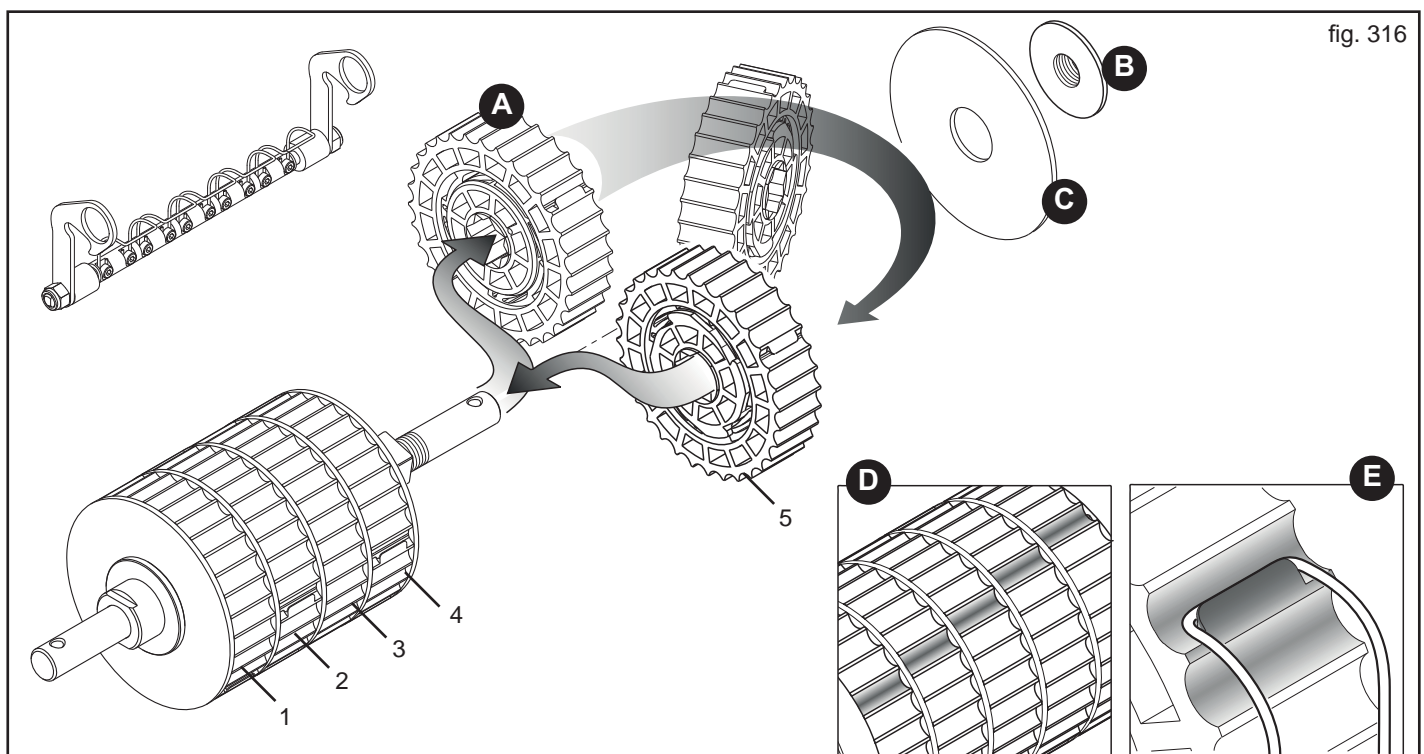

fig. 316
Vorausgesetzt, dass jedes Element (A, Abb. 316) 20% der gesamten Dosierrolle verteilt, können die arbeitenden Elemente erhöhen werden, um die Drehgeschwindigkeit des Getriebes zu reduzieren und um dadurch eine gleichmäßigere Produktstreuung zu erhalten.
Nach dem Abbau der Dosierrolle von dem Gerät ist der Kugelgriff (B, Abb. 316) mit dem beigestellten Schraubenschlüssel abzuschrauben und dann ist die Feststellnutmutter (C) zu entfernen. Das ausgeschlossene Element oder die ausgeschlossenen Elemente abziehen und um 180° gedreht wieder anbringen, wobei die korrekte Position der einzelnen Elemente einzuhalten ist (1-2-3-4-5, Abb. 316).
Beim Anbringen der Elemente ist derart vorzugehen, dass die Kehlen der aktiven Elemente bei der Arbeit zueinander verschoben sind (D, Abb. 316), um eine kontinuierliche Streuung zu gewährleisten.
Das Reinigungselement in der Arbeitsposition festspannen und sicherstellen, dass die Federn an den entsprechenden, ausschließenden Elementen (E, Abb. 316) befestigt sind, um deren Drehung und folglich die Streuung zu verhindern.